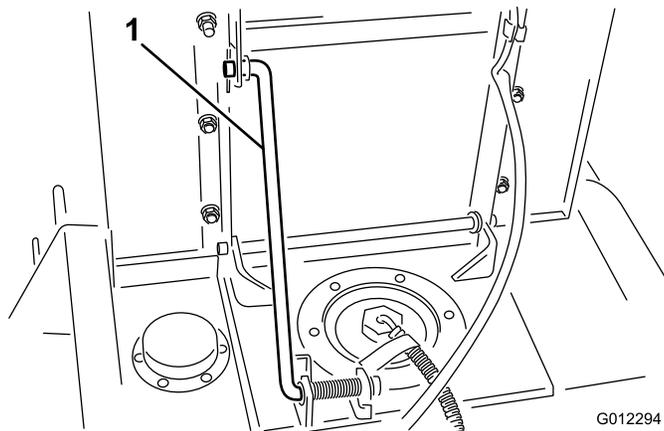

Figura 20
- Eleve o assento e suporte-o na posição elevada com a barra de suporte do assento (Figura 20).